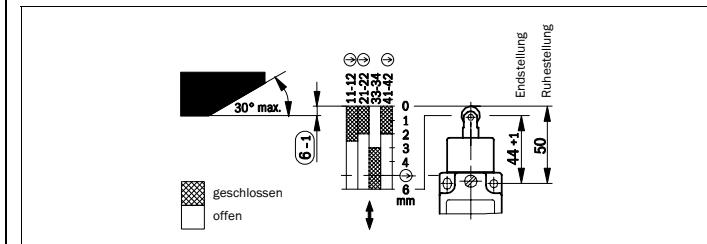

Abb. 3: Schaltwegdiagramm (für Rollenstößel mit Stahlrolle Form C gemäß EN 50041)
- Steuernocken so anbringen, dass der Betätiger 5 mm betätigt wird (vorgeschriebene Kontaktöffnung siehe Abb. 3).
- Kontaktbelegung siehe Abb. 3.